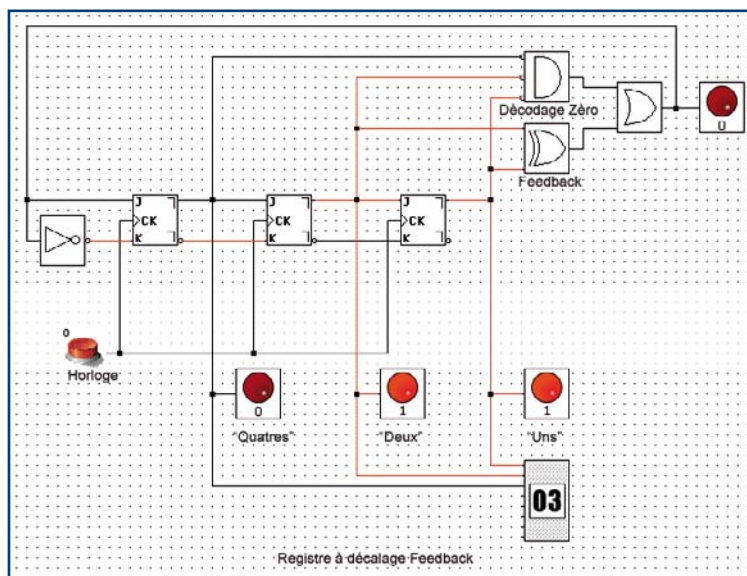

Figure 3.
La figure 3 illustre un cycle de la simulation d'un circuit plus proche de ce que vous rencontrez dans la vie réelle. Il s'agit d'un générateur de séquence répétitif reposant sur un registre à décalage avec contre-réaction. Il inclut un décodeur pour un état interdit (000) qui, s'il était rencontré mettrait le circuit dans un état dont il ne sortirait plus. On utilise souvent ce genre de « truc » en conception logique et LogicSim peut vous les montrer avant que vous ne fabriquiez quelque chose qui ne fonctionne pas.